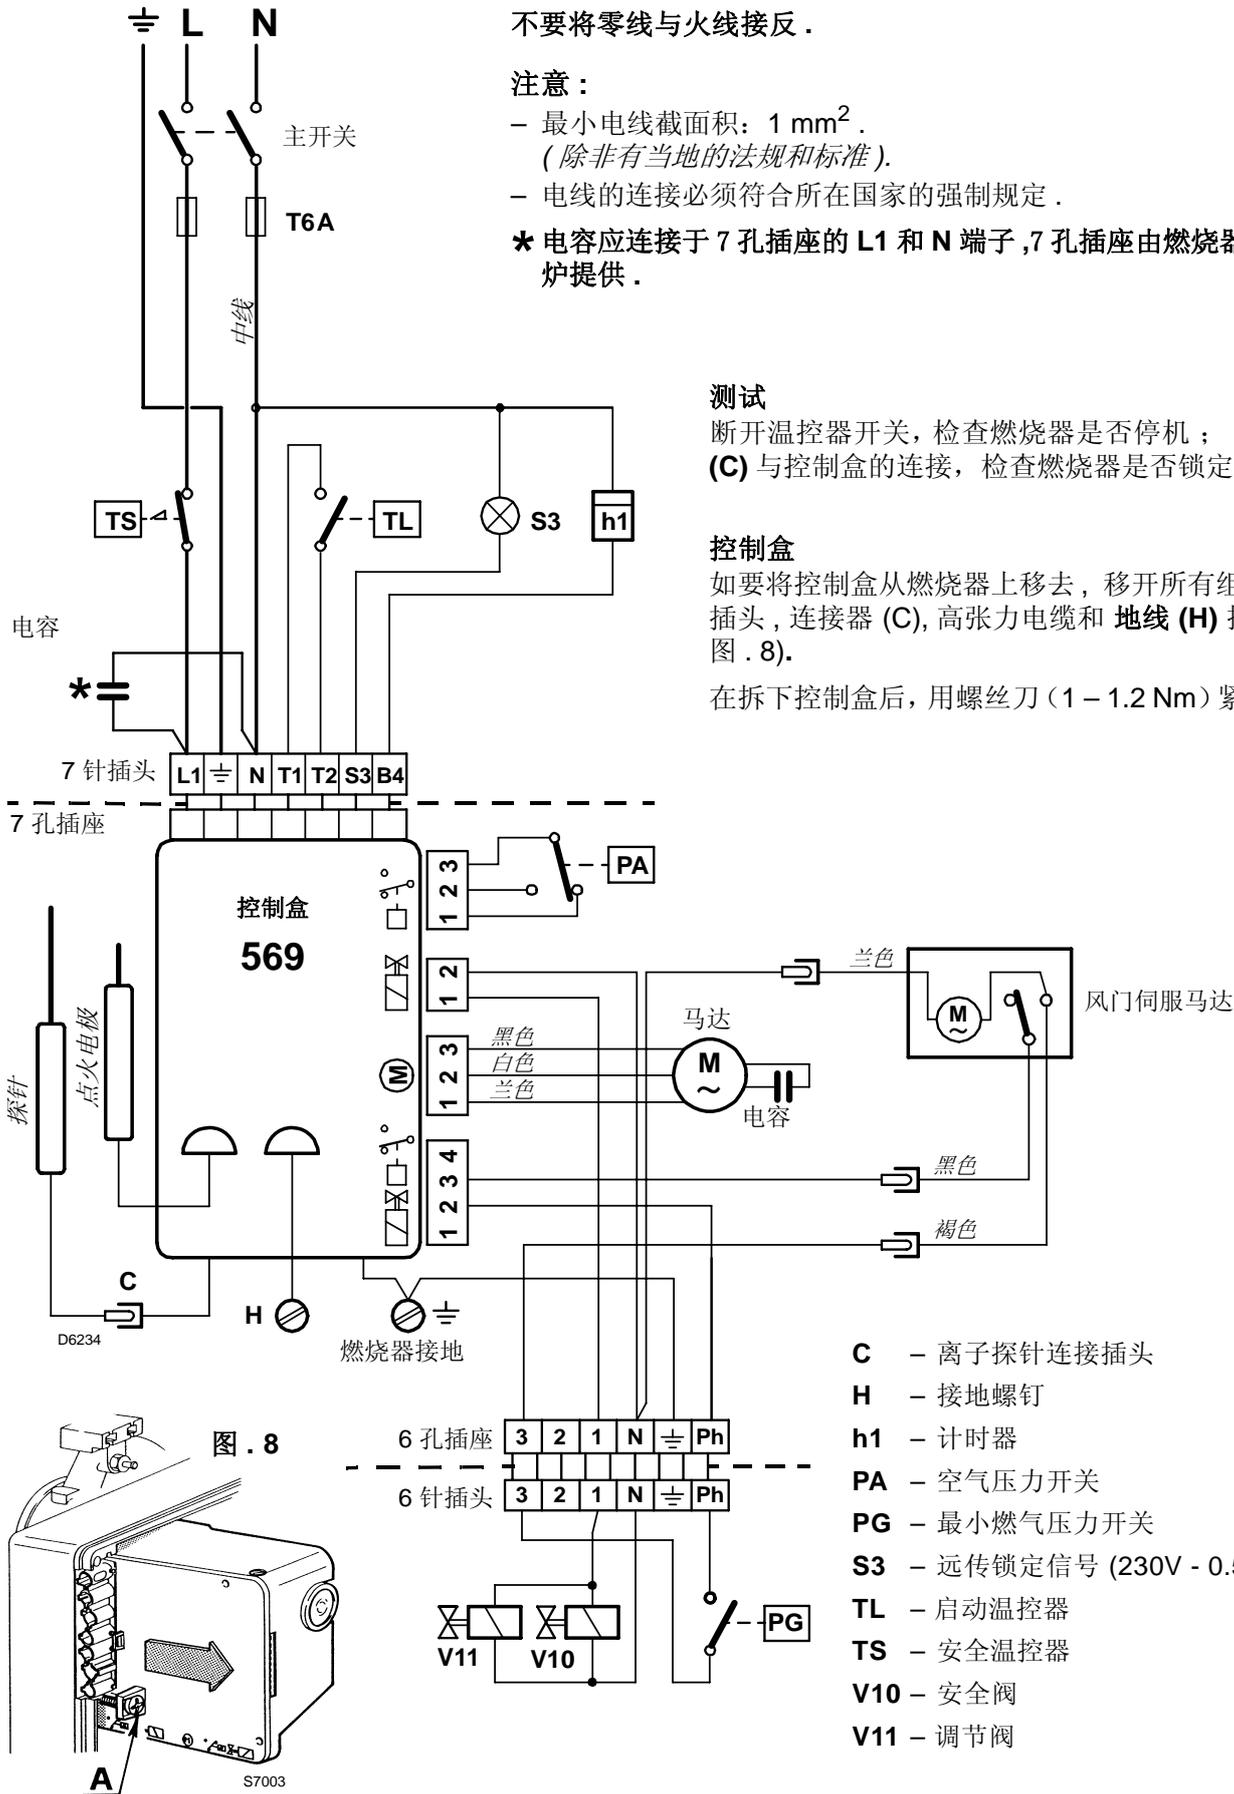

图 . 8
如要将控制盒从燃烧器上移去，移开所有组件后，7 针插头，连接器 (C)，高张力电缆和 **地线 (H)** 拧松螺钉 (A，图 . 8)。